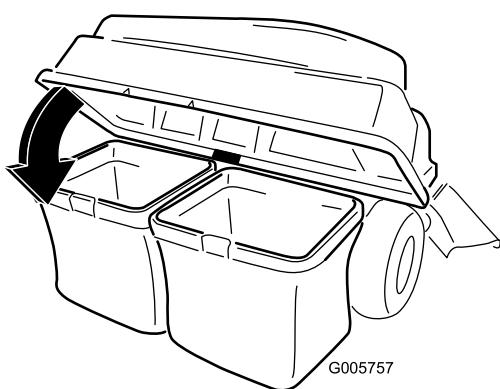

Figure 13
- Abaissez le couvercle du collecteur sur le bac (Figure 13).